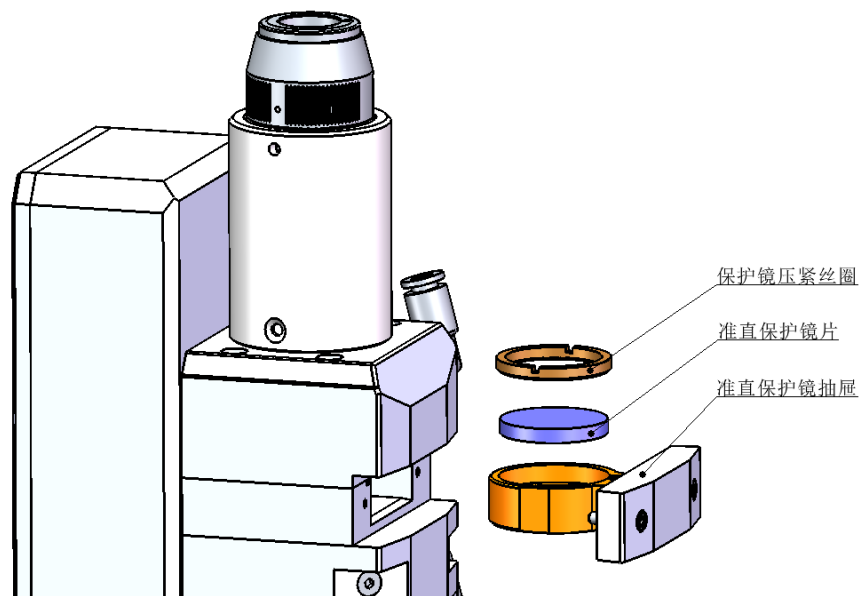

图 13 A230E 切割头准直保护镜片示意图
- (1) 如图13，拧松两颗锁紧螺，捏住抽屉式镜座两边拉出保护镜座；
- (2) 用工具取下保护镜压紧丝圈，戴好指套取出镜片；
- (3) 清洁镜片、镜座和丝圈；
- (4) 将擦拭干净的新镜片（不分正反面）安装到抽屉式镜座里；
- (5) 装回保护镜压圈；
- (6) 将保护镜座重新插回激光加工头，拧紧锁紧螺钉。